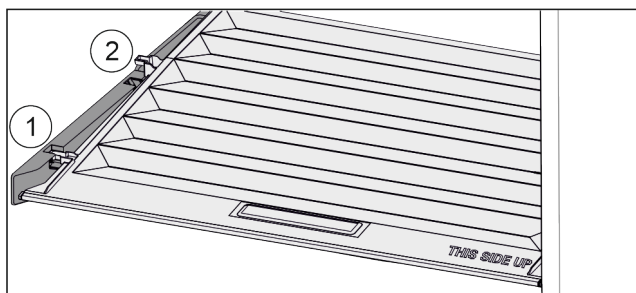

Fig. 109
- ▶ Pokrov povlecite naprej Fig. 109 (1) do odprtine v držalnih delih.
- ▶ Zadaj ga od spodaj dvignite in odstranite Fig. 109 (2) navzgor.